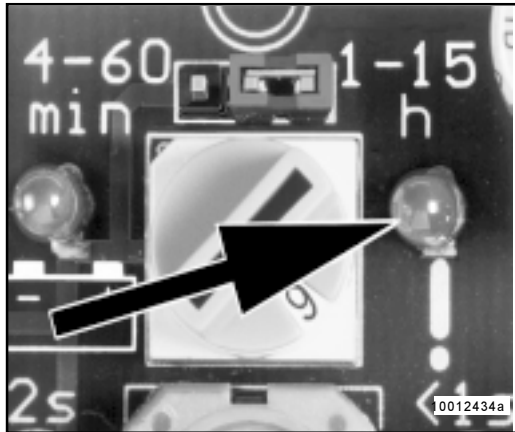

Abb. 14 - Funktionsanzeige LED für Überwachungszeit oder Störungen
Hinweis: Die Funktionsanzeige LED Abb. 14 zeigt die selben Betriebszustände an wie die Meldelampe.
- Meldelampe oder LED (Abb. 14) gibt Auskunft über den Betriebszustand der Zentralschmieranlage.